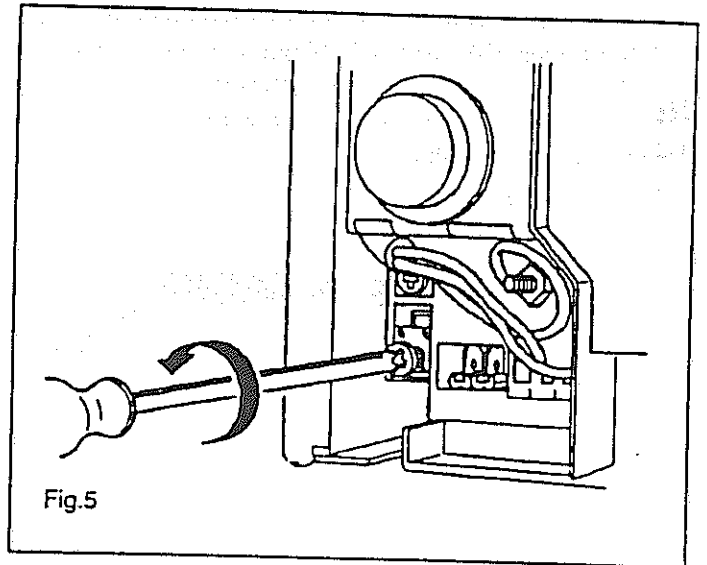

Fig.5
- den Kabelhalter (Abb. 5) entfernen;